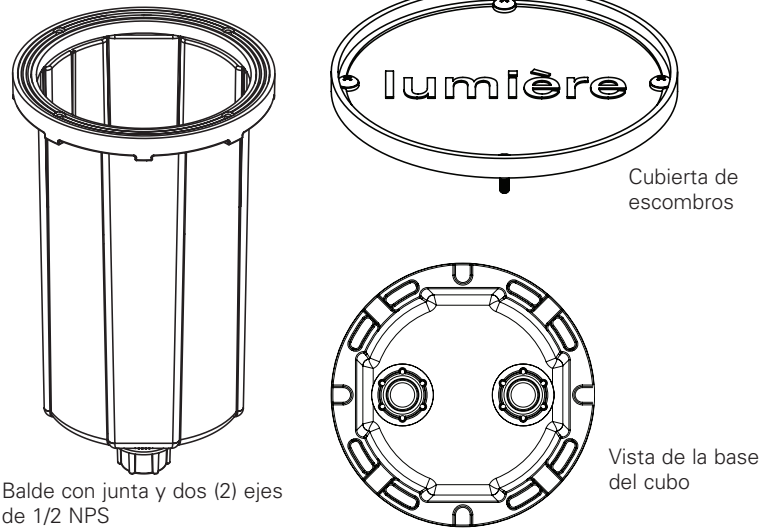

Figura 1.
2. Cubierta de hormigón/escombros vertidos con cuatro (4) tornillos. (Figura 1.)